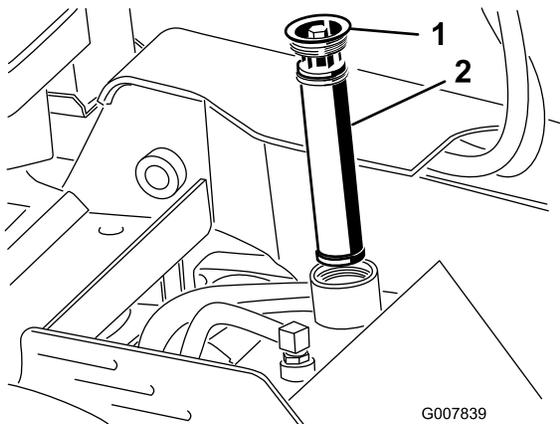

Рисунок 18
5. Очистите область вокруг наливной горловины гидравлического бака и снимите с горловины крышку и фильтр, используя торцевую головку (Рисунок 18).